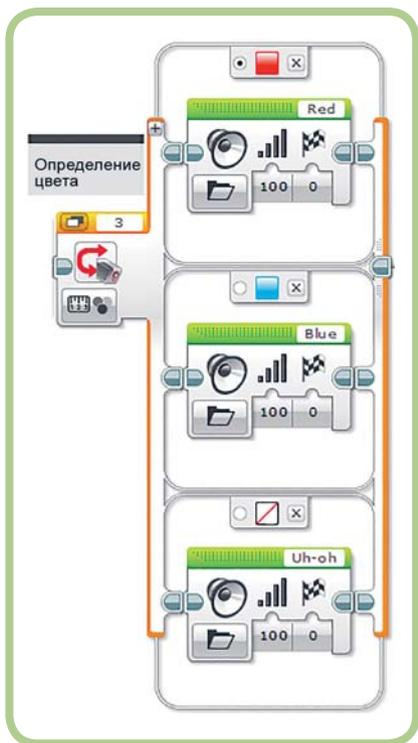

Рис. 6.15. Случай **Нет цвета** (No Color)
- Щелкни по полю **Звуковые файлы LEGO** (LEGO Sound Files) и выбери вариант "Uh-oh". Ты найдешь его в папке **Выражения** (Expressions). Теперь программа должна выглядеть так, как показано на рис. 6.15.